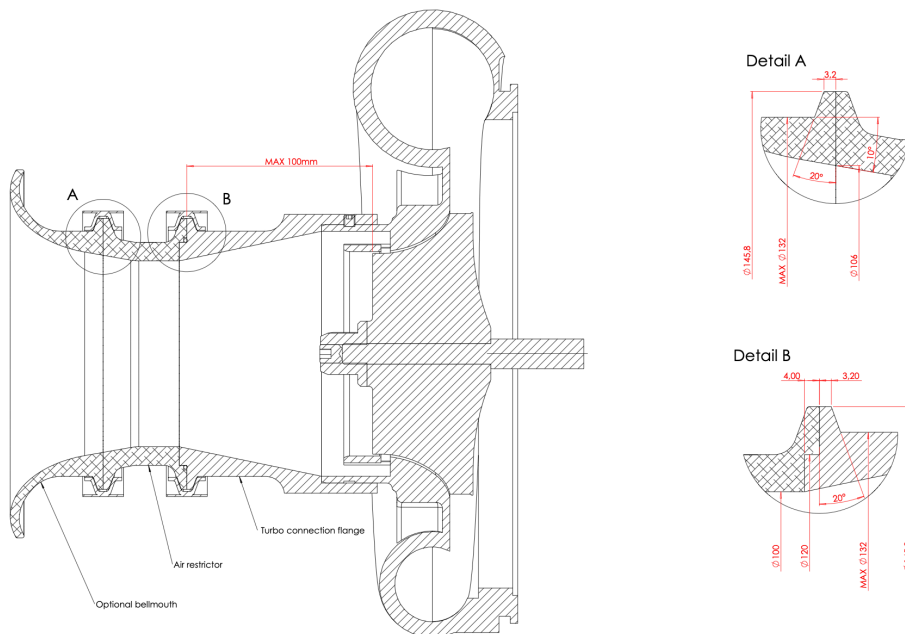

Abbildung 8-2: Airrestriktor Limited Super Stock
- Limited Super Stock Traktoren gebaut vor 2023: ≤ 8375 ccm (510 C.I.). Diese Regel gilt nur für 1: Ultimate Deere (UK), 2. Backfire (D) – Sollten die Motoren neu aufgebaut werden, ist hier das Limit ebenfalls 7636 cc
- Alle Traktoren müssen mit einem 100mm AirRestriktor ausgestattet sein. Der Restriktor wird von der DTTO/ETPC geliefert (gleicher Hersteller und gleiche Abmaße (siehe Abbildung 8-2).